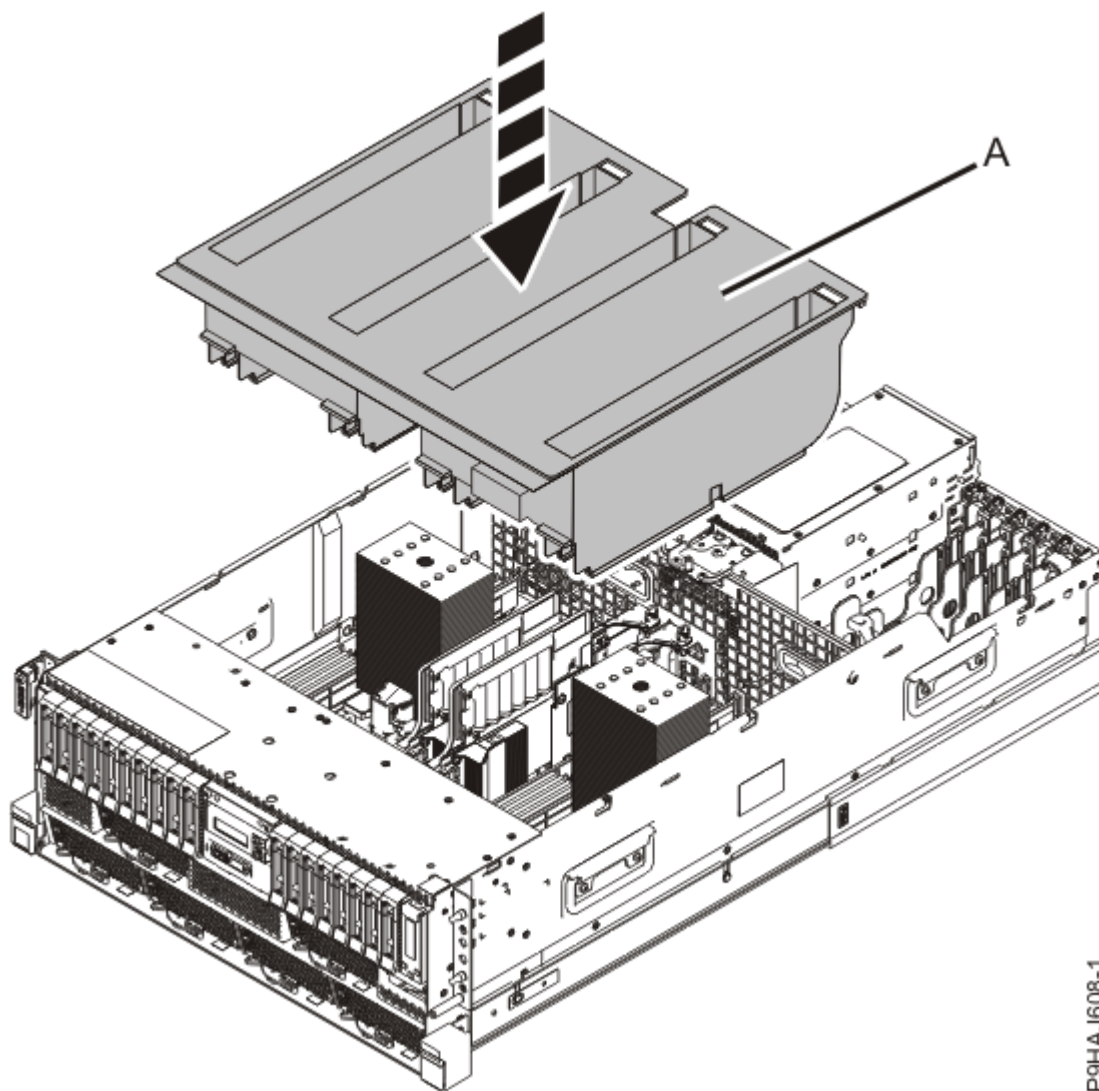

Figura 12. Sustitución del deflector de aire en un sistema montado en bastidor
9. Para un sistema montado en bastidor, sustituya el deflector de aire **(A)** directamente en el chasis, como se muestra en la Figura 12 en la página 15.